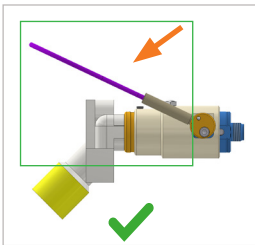

Abbildung 5
- ▶ Legen Sie die Betätigung (Pos. 1) nach unten (*Abbildung 5*) um.